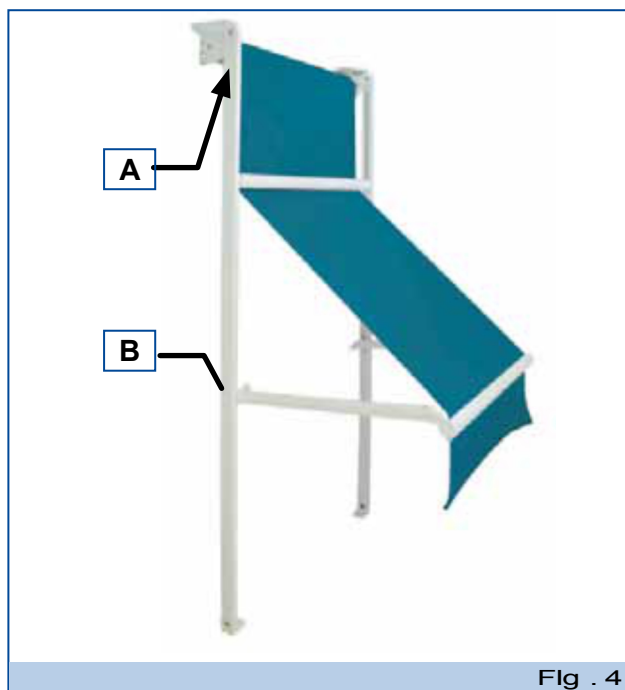

Fig . 4
- Lo snodo dei braccetti per l'inclinazione (B - Fig. 4).
- La calotta situata nella parte opposta al comando (motore o arganello-asta di manovra) (A - Fig. 4).